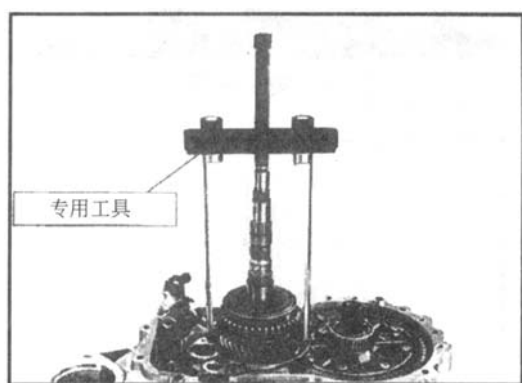

图 4-30 拆卸变速器（二十一）
(21) 用专用工具拔出输出轴一、二档同步器总成及一档同步环、一档从动齿轮、滚针轴承，取出挡片，如图 4-30 所示。